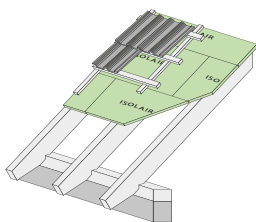
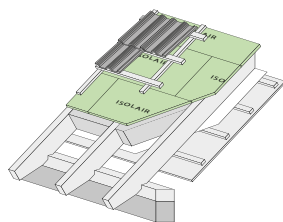

Abb.5 Unterdeckung ohne Zwischensparrendämmung
Abb.6 Unterdeckung mit Zwischensparrendämmung
- Dächer ohne Zwischensparrendämmung (Abb.5, Seite 19) und Dächer mit Zwischensparrendämmung (Abb.6, Seite 19) Unterdeckplatten zunächst mit verzinkten Breitkopfnägeln oder Klammern zu fixieren. Endgültige Befestigung erfolgt über lastabtragende Vernagelung, Klammerung oder Verschraubung der Konterlattung (siehe auch Bemessungsservice).